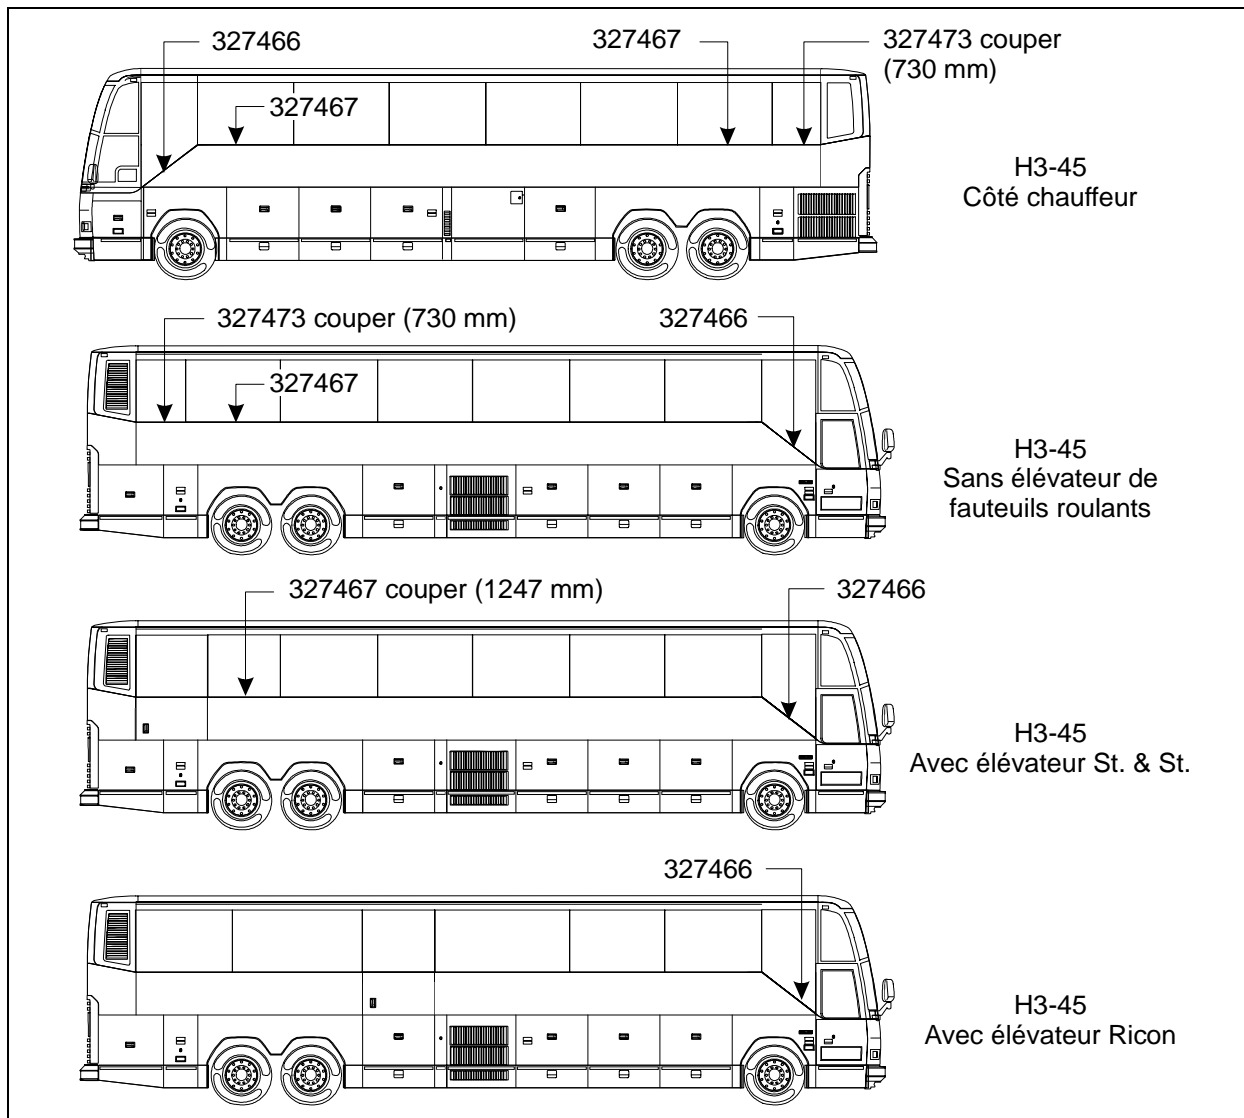
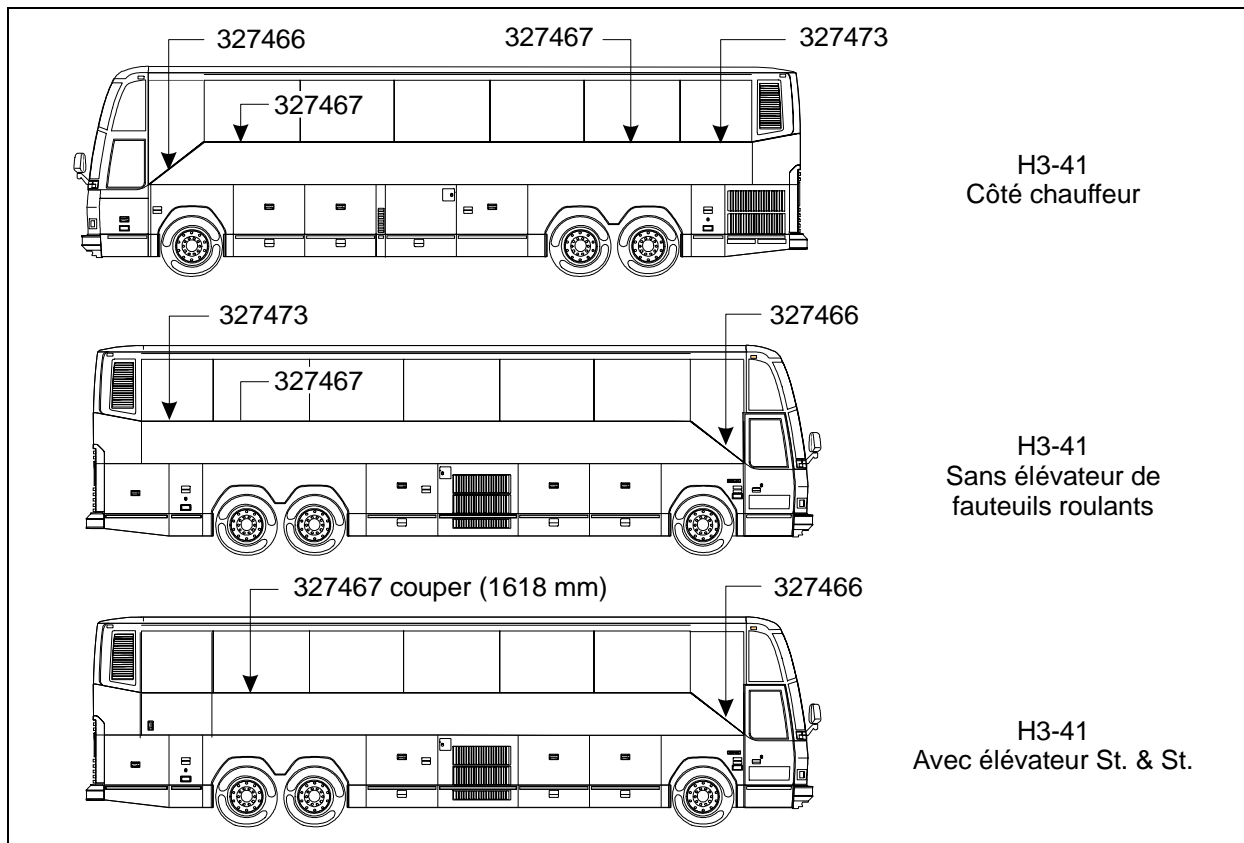
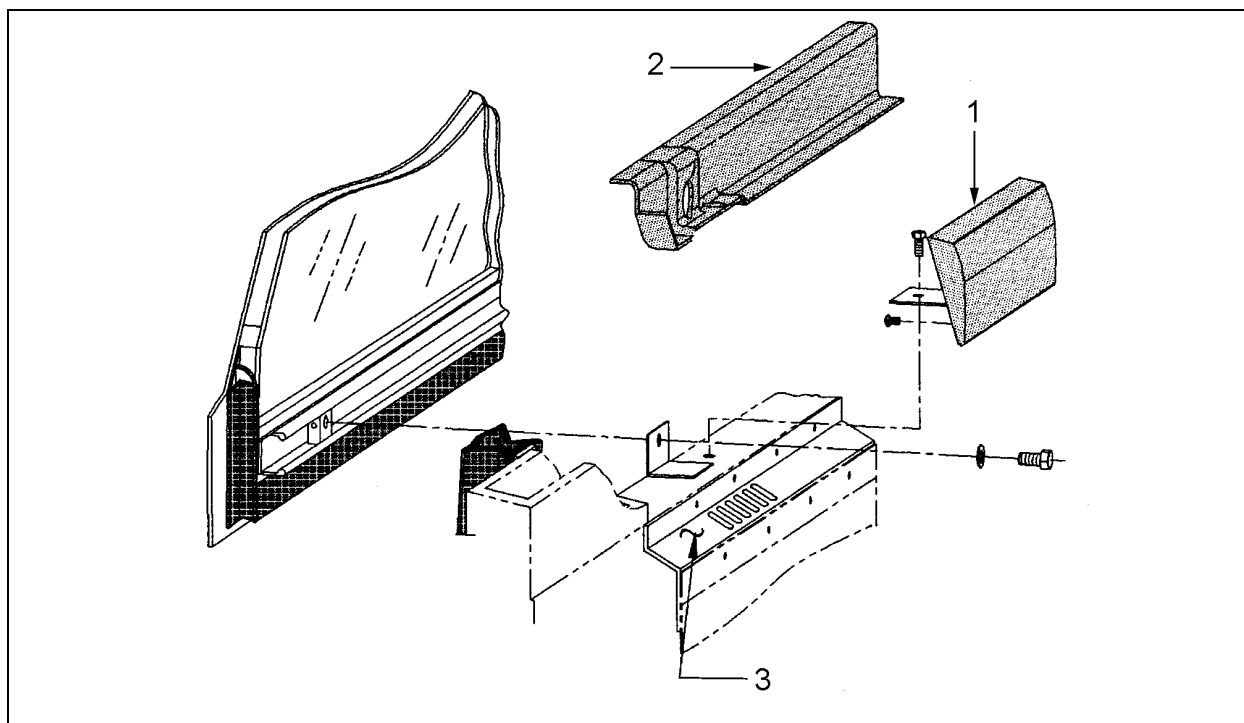

FIGURE 1 : DISPOSITION DES FENÊTRES POUR LES DIFFÉRENTES CONFIGURATIONS DE L'AUTOCAR H3-45
FIGURE 2 : DISPOSITION DES FENÊTRES POUR LES DIFFÉRENTES CONFIGURATIONS DE L'AUTOCAR H3-41
FIGURE 3 : GRILLE DE VENTILATION (3) ET AUTRES COMPOSANTES
1. En se référant à la figure 1 pour un autocar H3-45 et à la figure 2 pour un autocar H3-41, repérer les fenêtres à modifier;
2. Déposer le seuil de la fenêtre (1, figure 3) et si équipé, retirer la moulure de plastique (2, figure 3);
4. Installer les nouvelles grilles et les fixer à l'aide des rivets POP fournis. Se référer à l'item 3 de la figure 3 pour le montage des grilles. Se référer aux figures 1 ou 2 pour connaître l'emplacement des grilles et pour savoir lesquelles il est nécessaire de couper;